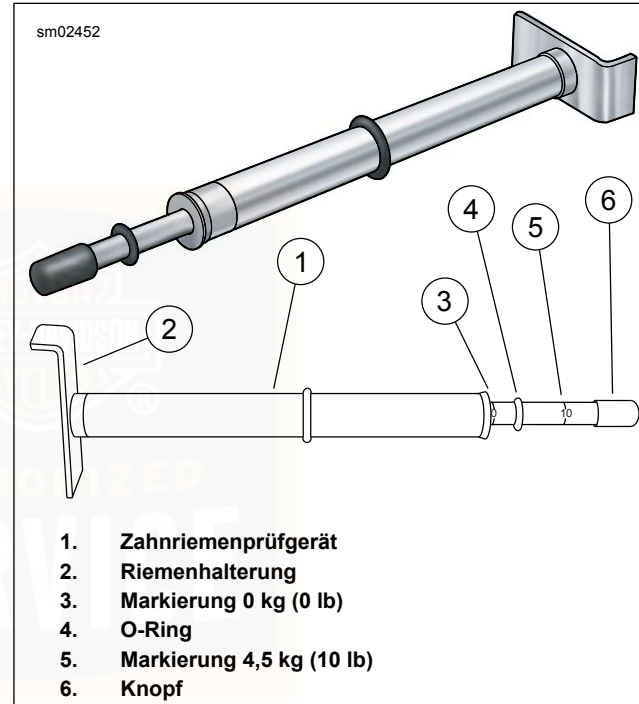

Abbildung 106. Zahnriemenprüfgerät
3. Siehe Abbildung 106. Messung der Riemendurchbiegung mit: